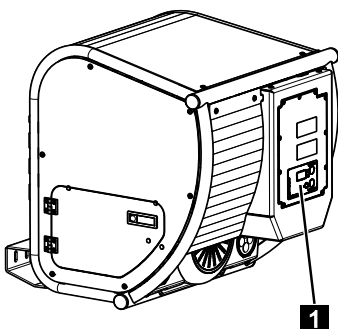

Fig. 151
1. Pour activer le chargeur (Fig.151/1), la machine doit être raccordée au réseau électrique (↳ Chapitre 7.2 „Raccorder la machine au réseau électrique”, page 70).